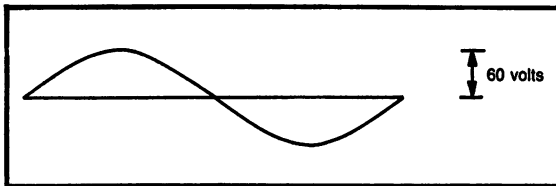

Fig. 11-9. Problem 14.
- (14) Figure 11-9. Given? _____